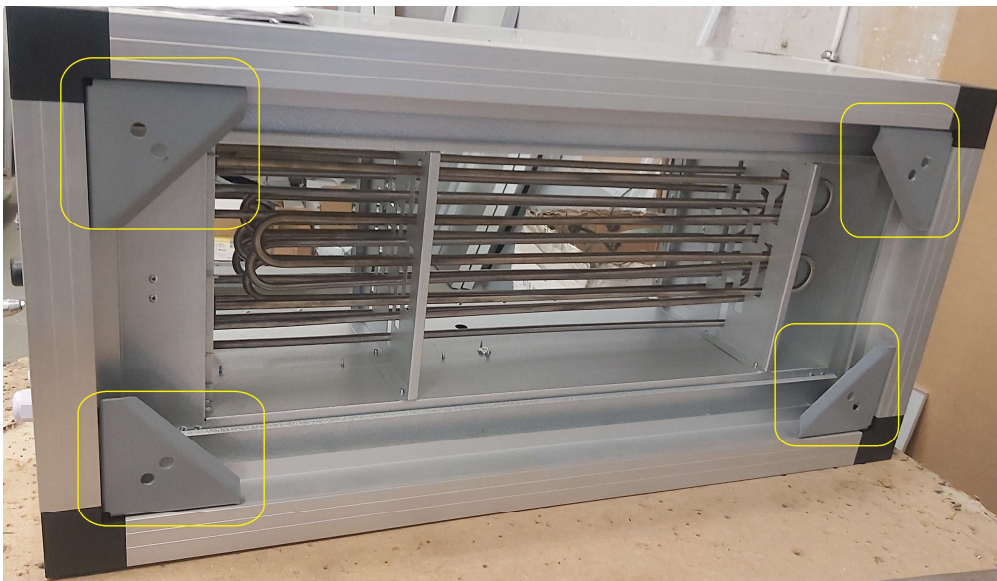
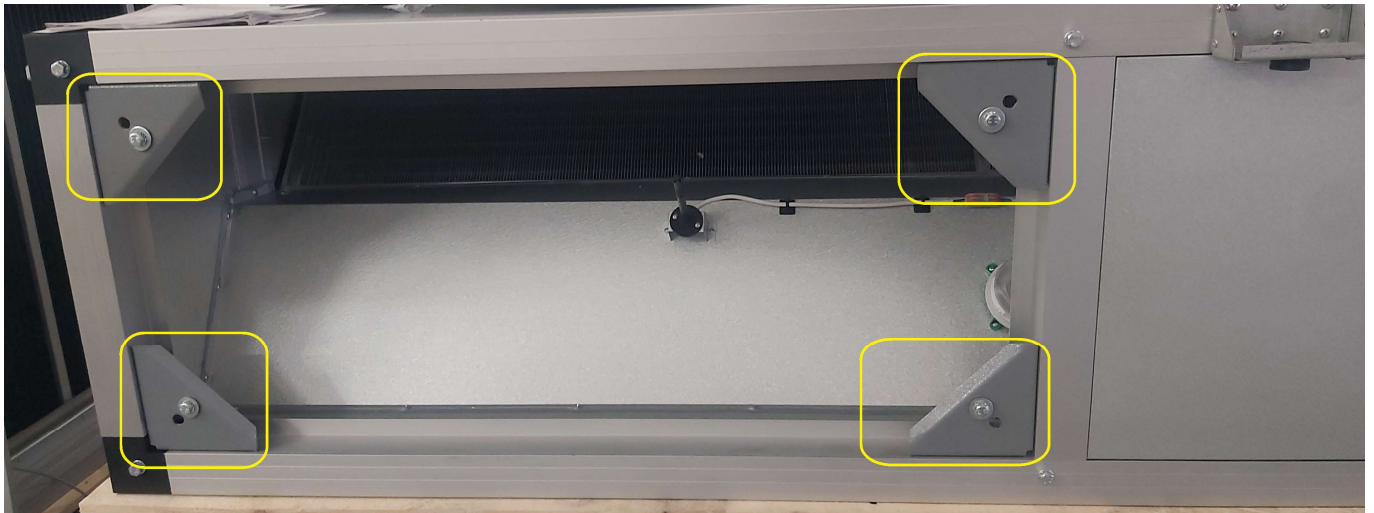

Рис. 7. Елемент кріплення приставного модуля до головного.
Рис. 8. Елемент кріплення головного модуля до приставного.
- Якщо установка поставляється в зібраному вигляді - допускається кріплення строп крана до рами установки (заборонено кріплення до елементів рами (кронштейнів), якими рама кріпиться до корпусу установки - Рис.8).
Кріплення додаткового приставного модуля до головного здійснюється за рахунок чотирьох кутників на обох модулях (рис. 7 та рис. 8). Доступ для здійснення цієї операції - знімна панель на головному модулі на виході припливного повітря.